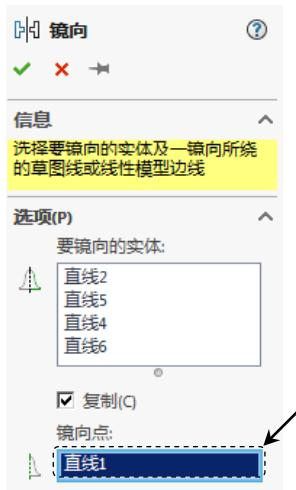

图 4.7.26 “镜像”对话框
Step2. 选择命令。选择下拉菜单**工具(T) → 草图工具(I) → M 镜向(M)** 命令（或在“草图”工具栏中单击 按钮），系统弹出如图 4.7.26 所示的“镜像”对话框。
Step4. 定义镜像中心线。在“镜像”对话框中单击如图 4.7.26 所示的文本框，使其激活，然后在系统**选择镜向所绕的线条或线性模型边线**的提示下，选取如图 4.7.25a 所示的构造线为镜像中心线；单击√按钮，完成草图实体的镜像操作。